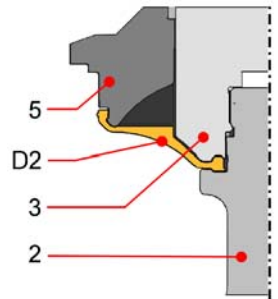

Abb. 3
Die Membran (D2) vorsichtig auf die Laterne (5) und den Kolben oben (3) aufknüpfen Abb. 3 /Seite 7.